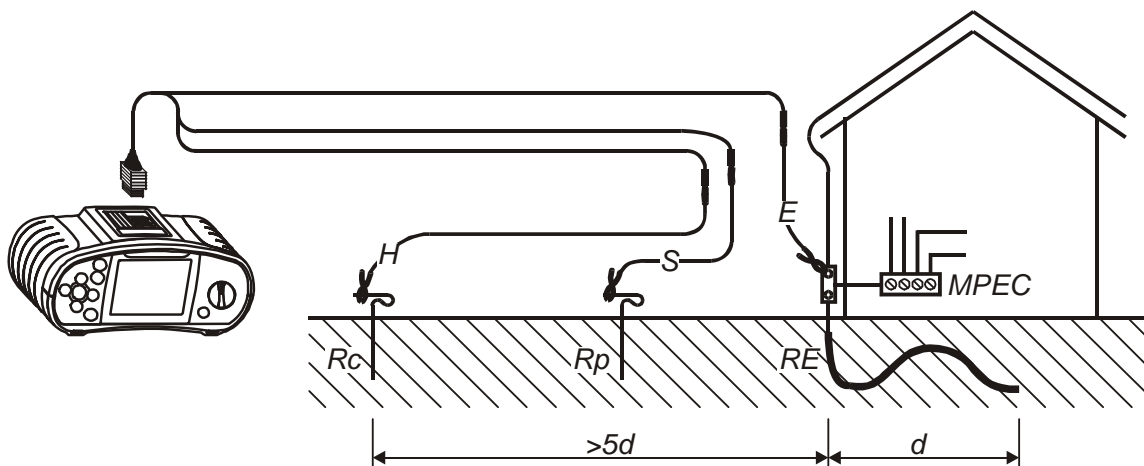

Figura 5.49: Conexión de los cables a una longitud estándar de 20 m
- La pica (S) se conecta entre el electrodo de tierra (E) y el electrodo auxiliar (H) en línea (ver figura 5.49).
- La distancia entre el electrodo de tierra (E) y el electrodo auxiliar (H) debe de ser al menos 5 veces menos que la profundidad de la pica del electrodo de tierra.
Paso 3 Siga el diagrama de conexiones que se muestra en la figura 5.49 para la realización de la medición de la resistencia de tierra. Utilice la función **AYUDA** si fuera necesario.